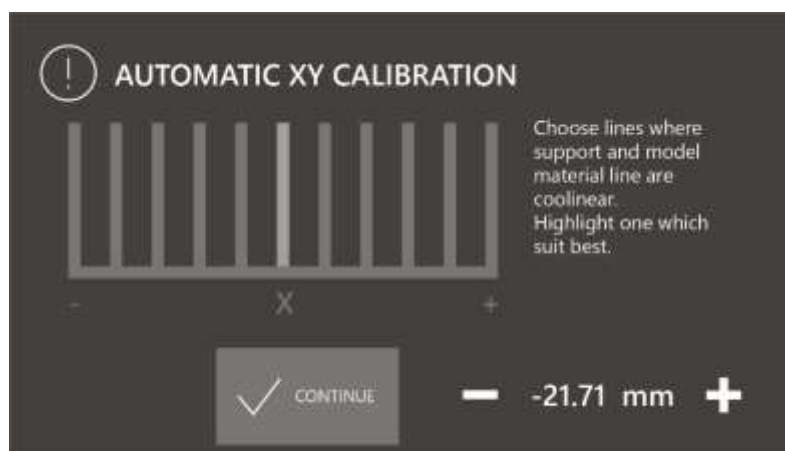

Рис. 65 Экран автоматической калибровки смещения по оси X
3. После печати модели выбрать на дисплее линию, на которой материал модели в части X лучше всего покрыт опорным материалом (рис. 65).